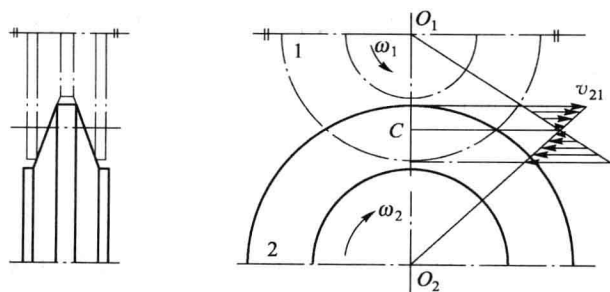

图 8.2 几何滑动
(1) 弹性滑动是由于摩擦轮材料的弹性变形而产生的。它对传动的影响有:使从动轮的速度落后于主动轮的速度,并使传动比不准确,造成摩擦轮的磨损,工作表面温度升高和功率损失,降低传动效率。由于弹性滑动是摩擦轮传动的固有现象,因此弹性滑动不能被消除,但可通过选用高弹性模量的材料制造摩擦轮的方法来减轻弹性滑动。
(2) 打滑是由于传递的圆周力大于摩擦轮能产生的最大摩擦力而产生的。打滑使传动失效,并会使摩擦轮表面发生严重磨损,降低传动寿命。打滑现象是可以消除的,措施是减小传递的圆周力,提高摩擦轮能产生的最大摩擦力,使传递的圆周力 $\leq$ 最大摩擦力。
(3) 几何滑动是由传动的几何关系引起的滑动,如在圆柱槽形摩擦轮传动中,两轮沿接触长度各点的速度只有在节点处是相等的,其他各点都不相等,具有不同程度的速度差,因而产生相对滑动,如图 8.2 所示。几何滑动使传动比不准确,并会加速磨损,降低传动效率。几何滑动并不发生在所有的摩擦轮传动中,如选用圆柱平摩擦轮传动和锥顶交于一点的圆锥摩擦轮传动就没有几何滑动,而降低接触长度可以减轻几何滑动。